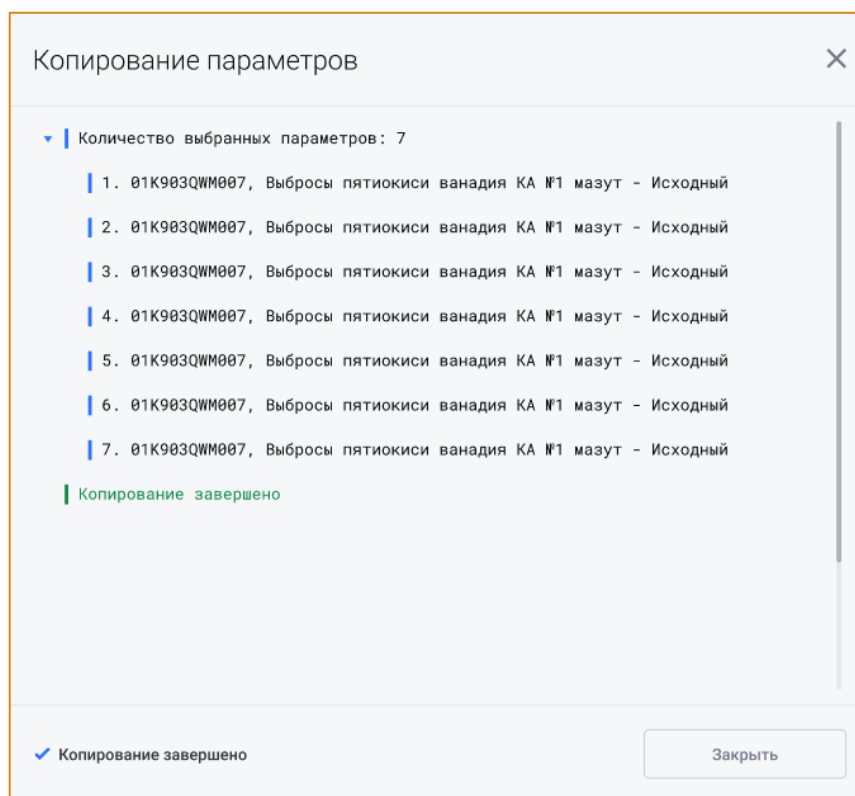

Рис. 78 – Окно «Копирование параметров»
7. Инициировать копирование параметров, нажав на кнопку **Копировать**. После чего будет открыт прогресс копирования параметров, содержащий ключевую информацию о выполнении копирования параметров (Рис. 78).